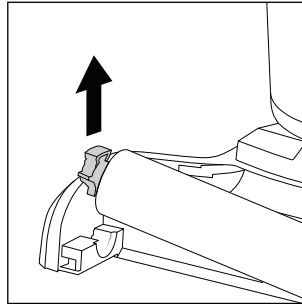

Fig. 34
- ◆ Agarre a fixação no lado esquerdo do rolo de escova **6** e puxe-a para cima, a fim de a remover do rolo de escova do pé **3** (ver fig. 34).